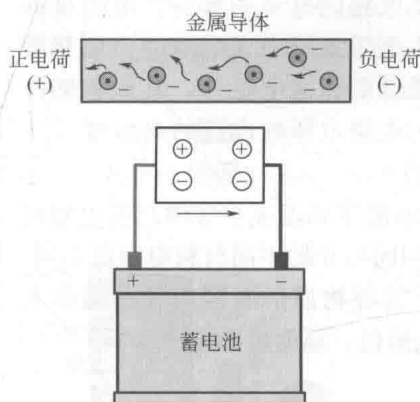

图 1-1-3 电流的产生
③ 电流 是指电荷载体（例如物质或真空中的自由电子或离子）的定向移动。电压是产生电流的原因。只有在闭合的电路内才有电流流动，如图 1-1-3 所示。